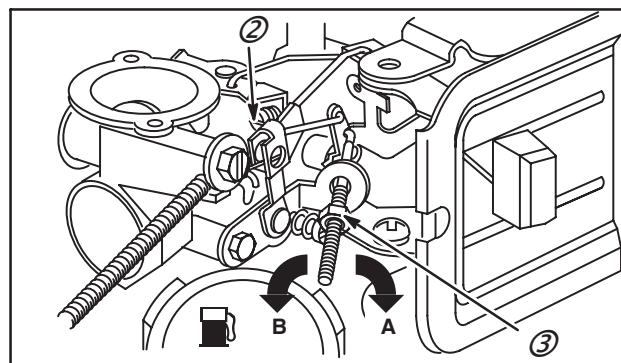

Fig. 2
3. Régler le ralenti réglé en tournant l'écrou de butée (3) et la vis de régime de ralenti (2), Fig. 2. Tourner l'écrou de butée dans le sens horaire (A) pour augmenter la vitesse, dans le sens anti-horaire (B) pour la réduire.
2. **Modèle 80000** : Maintenir le levier du papillon contre la butée et régler le régime de ralenti (2) afin d'atteindre 1600 Tr / mn. Relâcher le levier du papillon. Puis tourner l'écrou de butée de ralenti réglé (3) pour atteindre 1750 Tr / mn, Fig. 2.